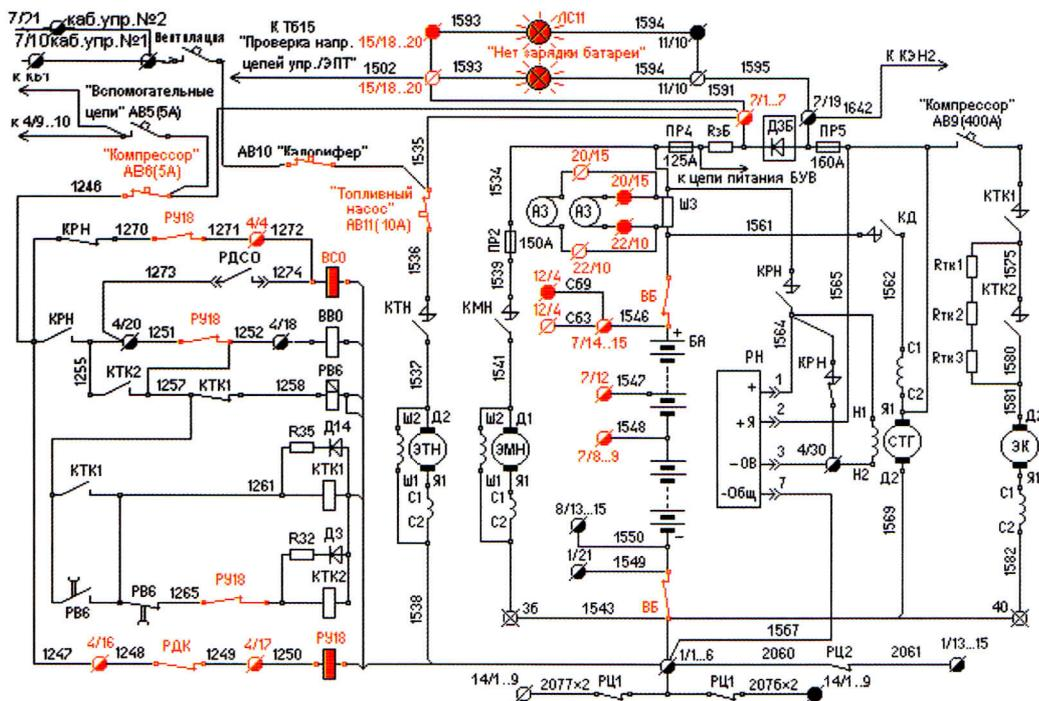

Рис. 5. Цепи зарядки АБ и управления компрессором при включенной АБ и заглушенном дизеле
**Действия при загорании лампочки «Нет зарядки батареи»** (рис. 5).
**Мотор компрессора приводится в движение только от напряжения СТГ при падении давления в главных резервуарах ниже 7 кгс/см2** (см. рис. 5). Если компрессор не включился, сразу обратит внимание на лампу на пульте «Нет зарядки батареи».